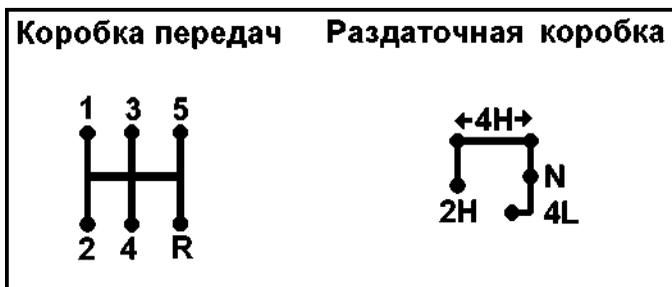

Рис. 3.3. Положения рычагов коробки переключения передач и раздаточной коробки:
**21 -рычаг переключения передач.** (Положения рычага см. на рукоятке рычага переключения передач и на рис. 3.3).
**23 -рычаг включения переднего моста и понижающей передачи.** (Положения рычага см. на рис. 3.3).